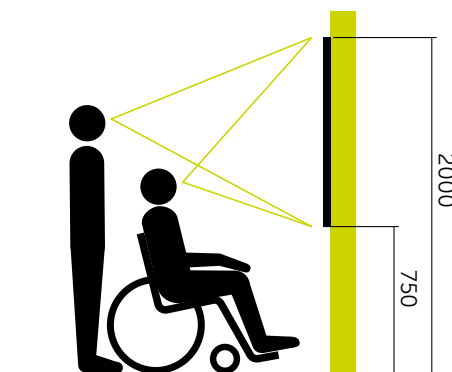

fig 27 Een display, dat van dichtbij (ca. 1 m) bekeken wordt, is het best zichtbaar tussen de 750 en 2000 mm.
- Het display is leesbaar vanaf een kijkhoogte tussen 750 en 2000 mm vanaf de vloer. (fig 27)
- Informatieborden voor dichtbij bevinden zich tussen de 750 en 2000 mm vanaf de vloer. (fig 27)